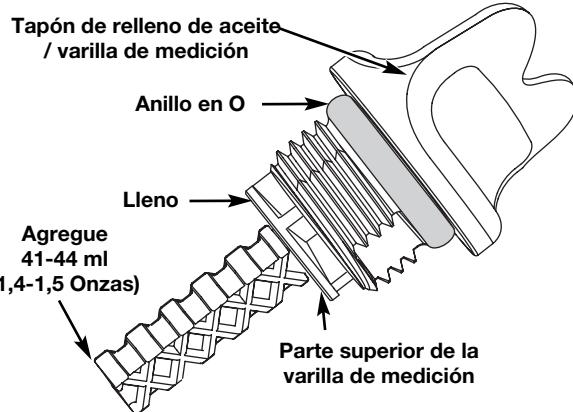

Fig. 19
5. Retire el tapón de llenado de aceite / varilla de medición e inspeccione el nivel del aceite. El aceite debe llegar hasta la parte superior de la varilla de medición (Fig. 19).